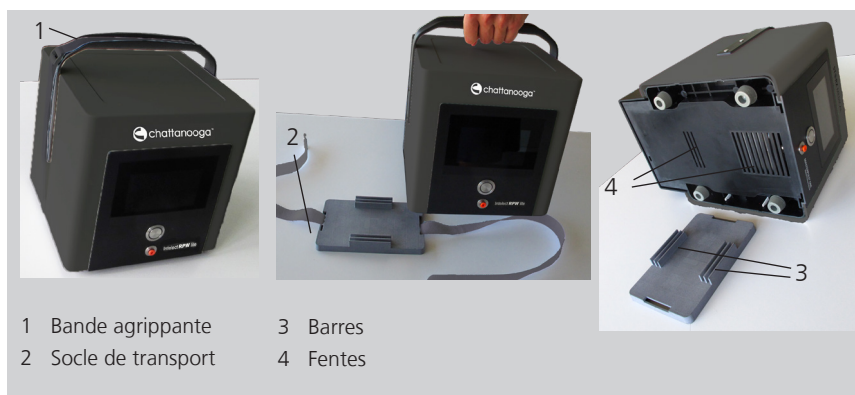

Fig. 3-3 Retrait du socle de transport
- Ôtez l'appareil du socle (Fig. 3-3).
- Posez l'appareil sur le socle de manière à ce que les fentes du fond de l'appareil correspondent avec les barres du socle de transport (voir Fig. 3-3).